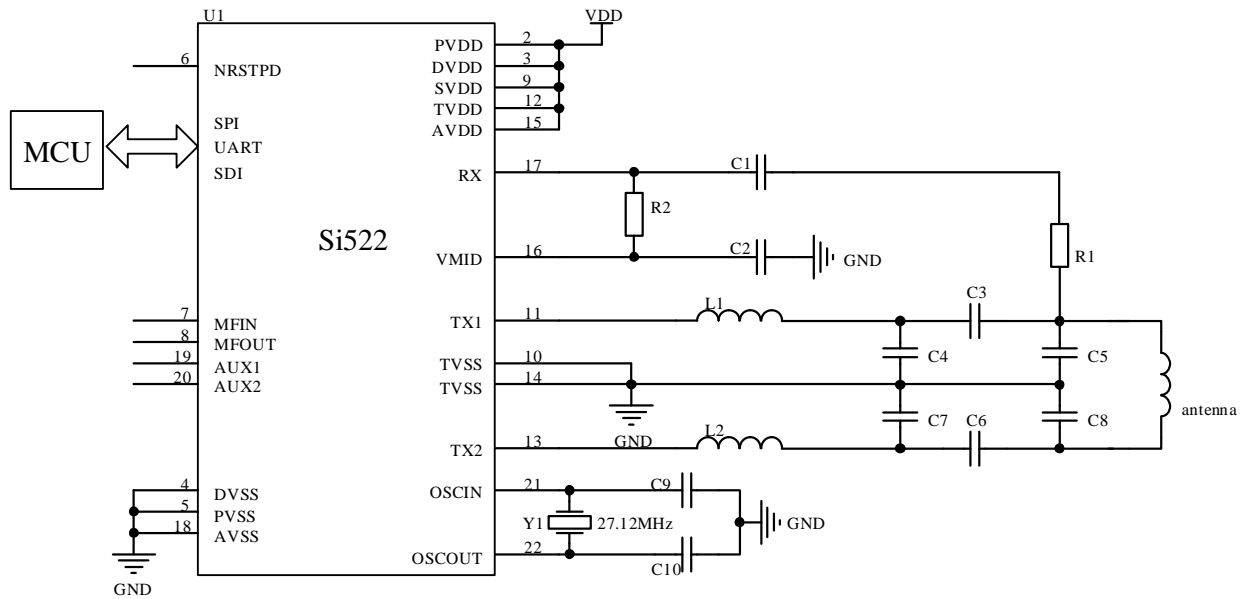

图14. 典型应用图-1
1. 使用 ACD 功能，需采用图 14. 典型应用图-1;